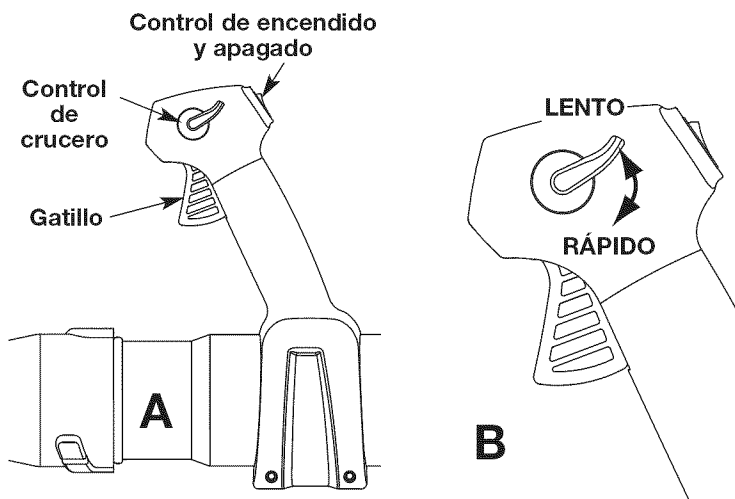

Fig. 16
NOTA: La unidad debe arrancarse en vacío. No oprima el gatillo mientras arranca la unidad (Fig. 16, A).
1. Una vez que el motor haya arrancado y esté caliente, oprima el gatillo para acelerar la unidad según sea necesario (Fig. 16, B).
2. Para períodos de funcionamiento más prolongados y para eliminar la posibilidad de fatiga en el dedo, mueva el control de crucero hacia la posición **RÁPIDO** para aumentar poco a poco o mantener la velocidad del motor de la unidad (Fig. 16, B). Cuando se oprima el control de crucero, el gatillo retrocederá hacia la manija.
3. Para disminuir la velocidad del motor, mueva el control de crucero hacia la posición **LENTO** y el gatillo regresará a la posición de marcha en vacío (Fig. 16, B).
2. Oprima y mantenga oprimido el Control de encendido y apagado en la posición **APAGADO** (O) hasta que el motor se detenga por completo (Fig. 16, A).
- Use el control de crucero (Fig. 16) para mantener el gatillo oprimido mientras esté trabajando para facilitar el funcionamiento continuo.